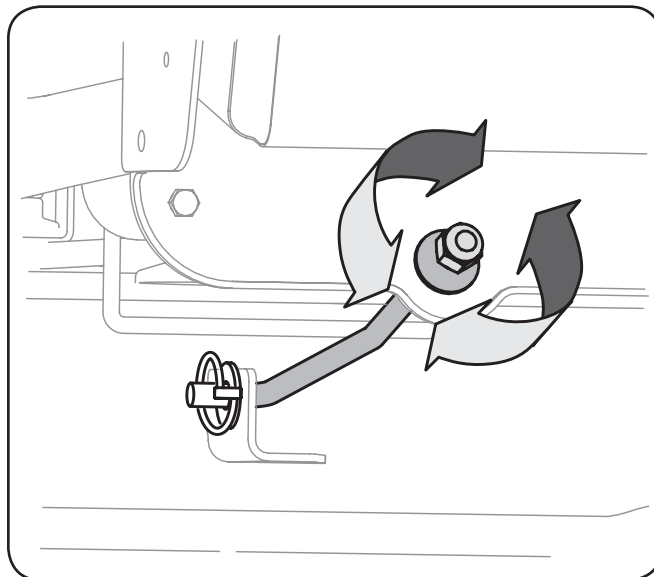

Figura 6-4
1. Localice la tuerca hexagonal en el extremo de la varilla de suspensión de la plataforma. Véase la figura. 6-4.
3. Para bajar la parte delantera de la plataforma, afloje (rosca hacia afuera) la tuerca hexagonal, alejándola de la ménsula de suspensión frontal. Véase la figura. 6-4.